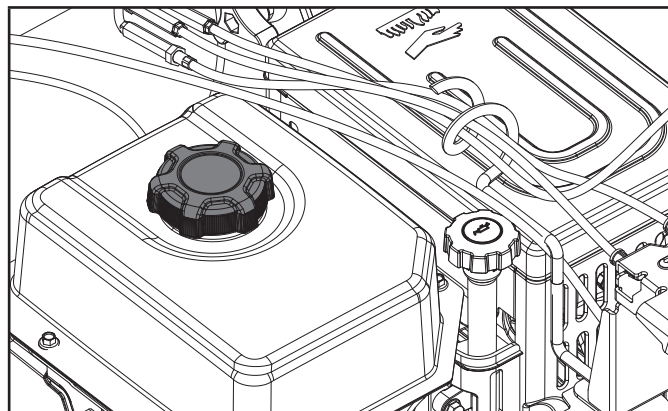

Figure 7
1. Enlevez le bouchon du réservoir d'essence. (figure 7)